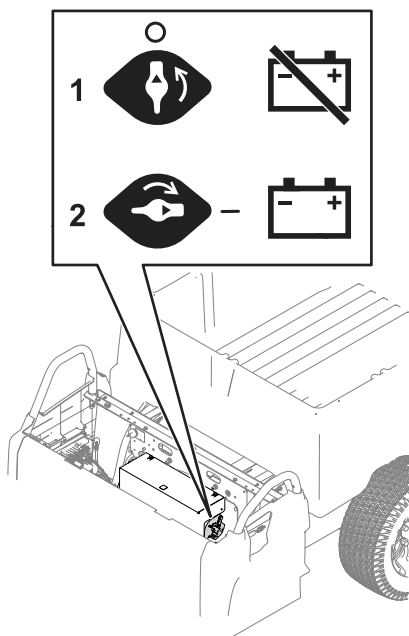

Figura 44
3. Spostate l'interruttore di scollegamento della batteria sulla posizione desiderata, come illustrato nella Figura 44.